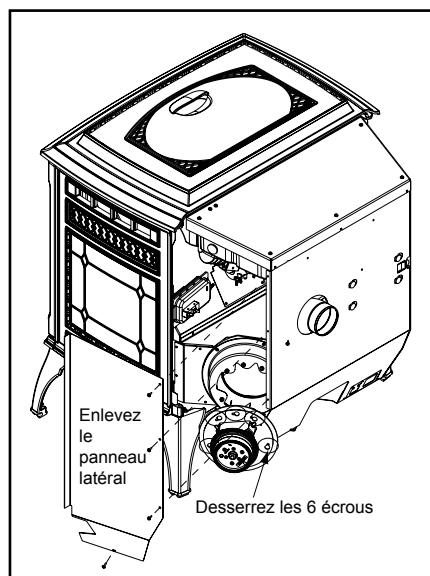

Figure 24.3
1. Le ventilateur de tirage est situé dans la partie inférieure droite de l'arrière de l'appareil. **Figure 24.3.**